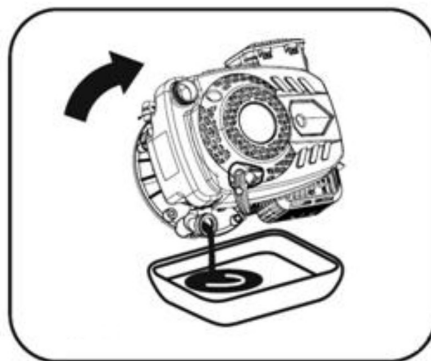

Рис. 21
4. Наклоните газонокосилку на бок и слейте отработанное масло из картера двигателя через маслозаливную горловину в заранее подготовленную емкость (Рис. 21).